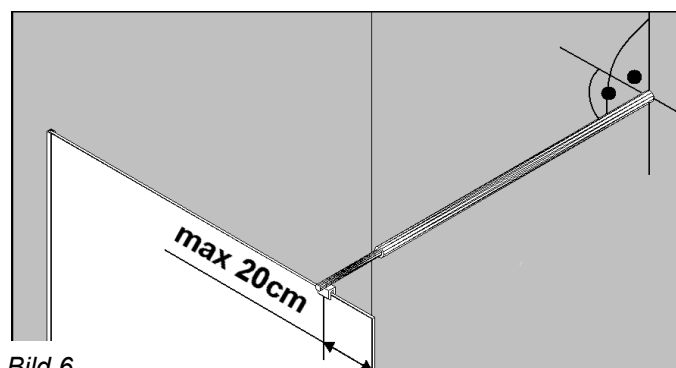

Bild 6
- Der Arm sollte im rechten Winkel zur Wand und maximal 20cm von der Glasecke positioniert werden (**Bild 6**).